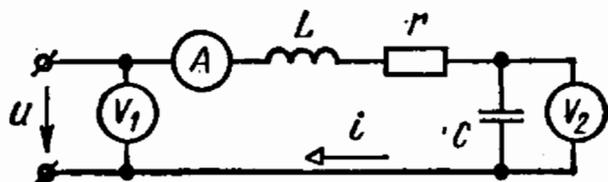

Рис. 3.37
3.37. Цепь, схема которой представлена на рис. 3.37, настроена в резонанс.